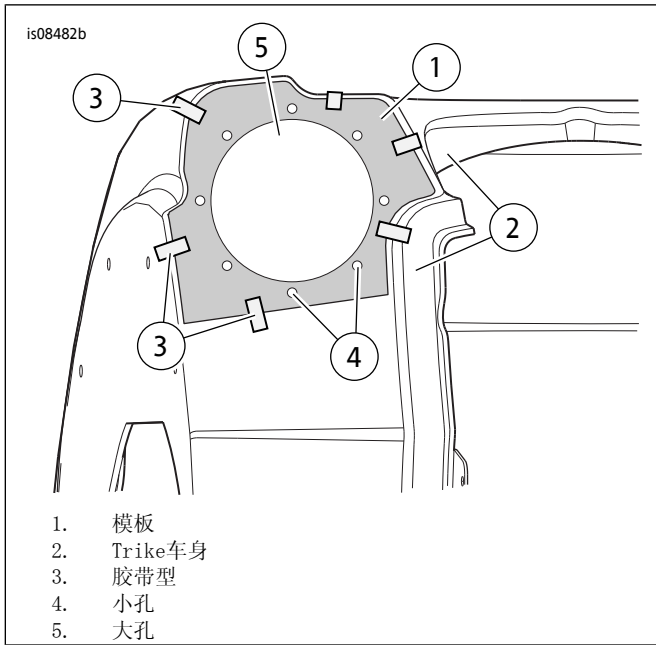

图1。模板位置
1. 参见图1。将模板(1)与Trike车身一侧(2)对准。模板边缘对准车身圆弧的切边。使用胶带(3)固定模板。使用中心冲冲出八个小孔(4)位置。使用醒目记号笔或油彩笔标出大孔(5)。